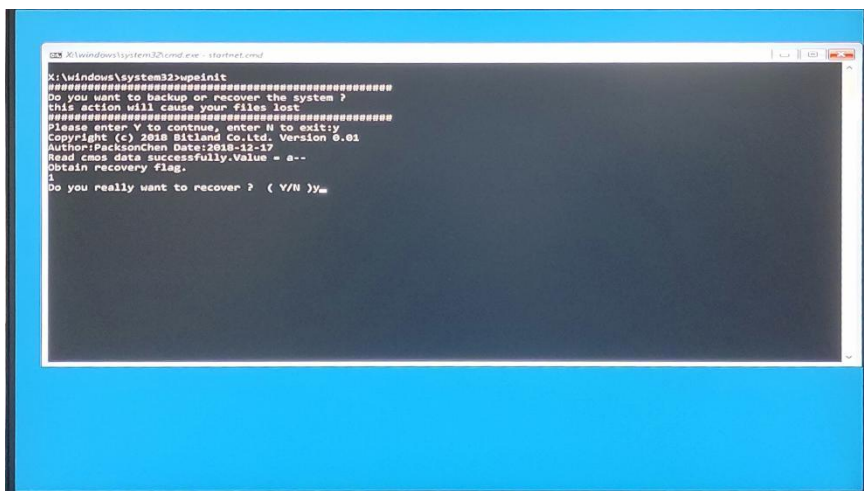

图 4 还原操作界面
(1) 检查工作：① 由于备份及还原操作过程中机器均不能外接存储设备，在操作之前务必先检查确认 USB 接口未连接外部存储设备，如 U 盘等，否则备份还原会出现错误；② 保证硬盘内存容量大小不小于 64G；
(2) 按电源键开机或上电开机后，连续点击键盘上的 F4 键，就能进入还原操作界面（如图 4 所示），连续输入 2 次“y”确认。
- (4) 进入到系统还原界面（如图 6 所示），等待还原完成，还原完成后会自动重启，重启后会进入图 4，最后需按 Enter 键确认，等待进入系统即可。